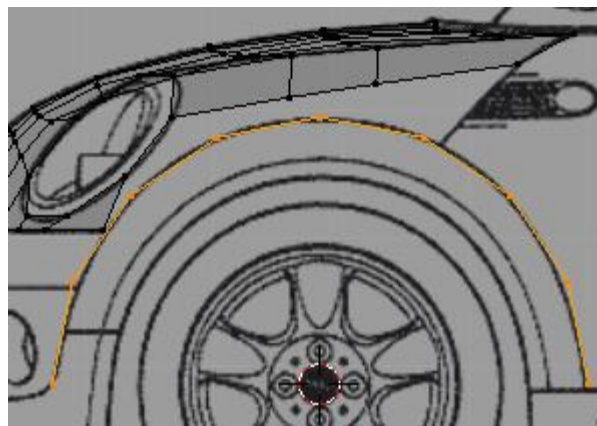

Figura 4.39
42. Rode o círculo de 90° em torno do eixo dos yy, **[R] > [Y] > 90**. Seleccione e elimine a parte inferior do círculo, figura 4.39.